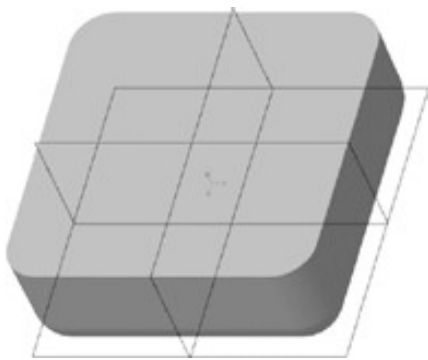

图1-13 倒圆角($R10\text{mm}$)
Step 21 单击“倒圆角”按钮, 在实体的4个拐角和底面边线处创建倒圆角特征($R10\text{mm}$), 如图1-13所示。